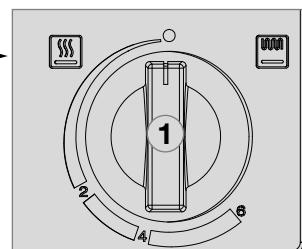

Abb. 47
- Stellen Sie den Bedienknopf (1) (Abb. 47) auf die Stellung „●“.